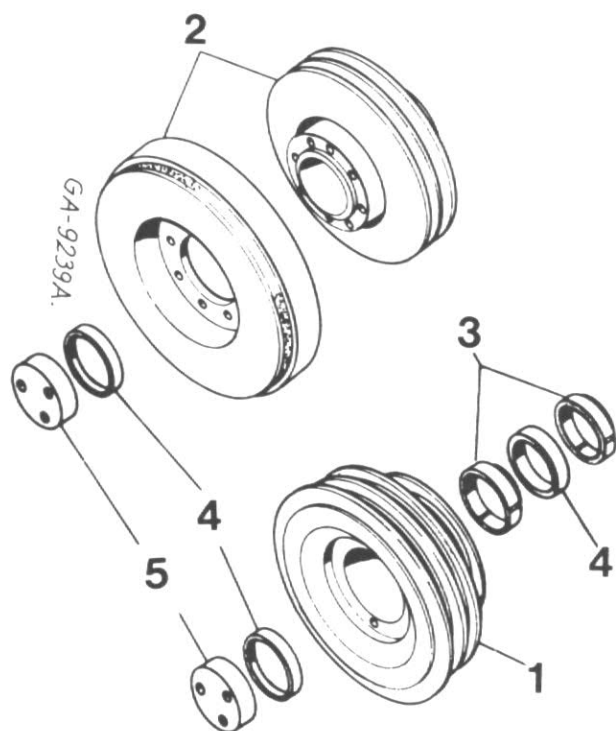

Figure 64
Les moteurs DT-358 et DT-402 sont dotés d'un autre amortisseur de vibration, version (2), fig. 64.